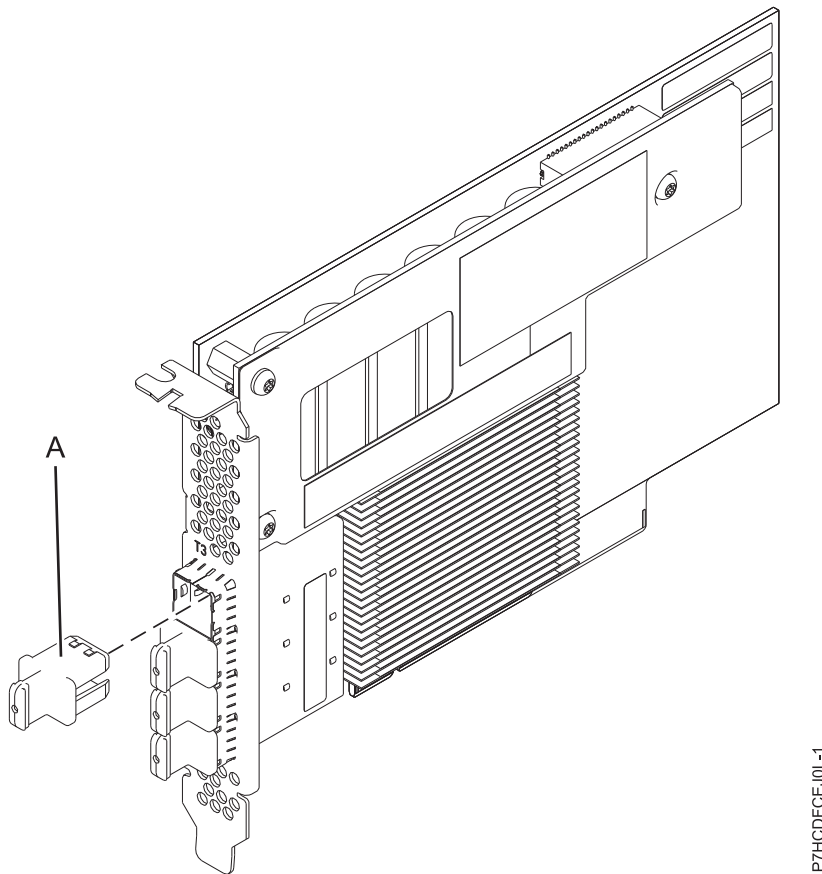

図 14. PCIe3 12 GB キャッシュ RAID SAS 6 Gb アダプター
48 ページの図 14 は、PCIe3 12 GB キャッシュ RAID SAS クワッド・ポート 6 Gb アダプターを示しています。コネクタ・プラグ (A) は、空白ポートに取り付けて、隣接したポート・コネクタのケーブルが差し込まれたり取り外されたりした場合のそのポートの損傷を防ぎます。
FC EJ0L は、シングル幅、フルハイトの short アダプターです。図 14 は、FC EJ0L アダプターを示しています。すべての FC EJ0L は、SAS RAID アダプターとペアになっているこのサーバーまたは別のサーバー上に、別の FC EJ0L を必要とし、キャッシュ機能およびその他のマルチニシエーター高可用性 (デュアル・ストレージ IOA) 機能を使用できるようにします。